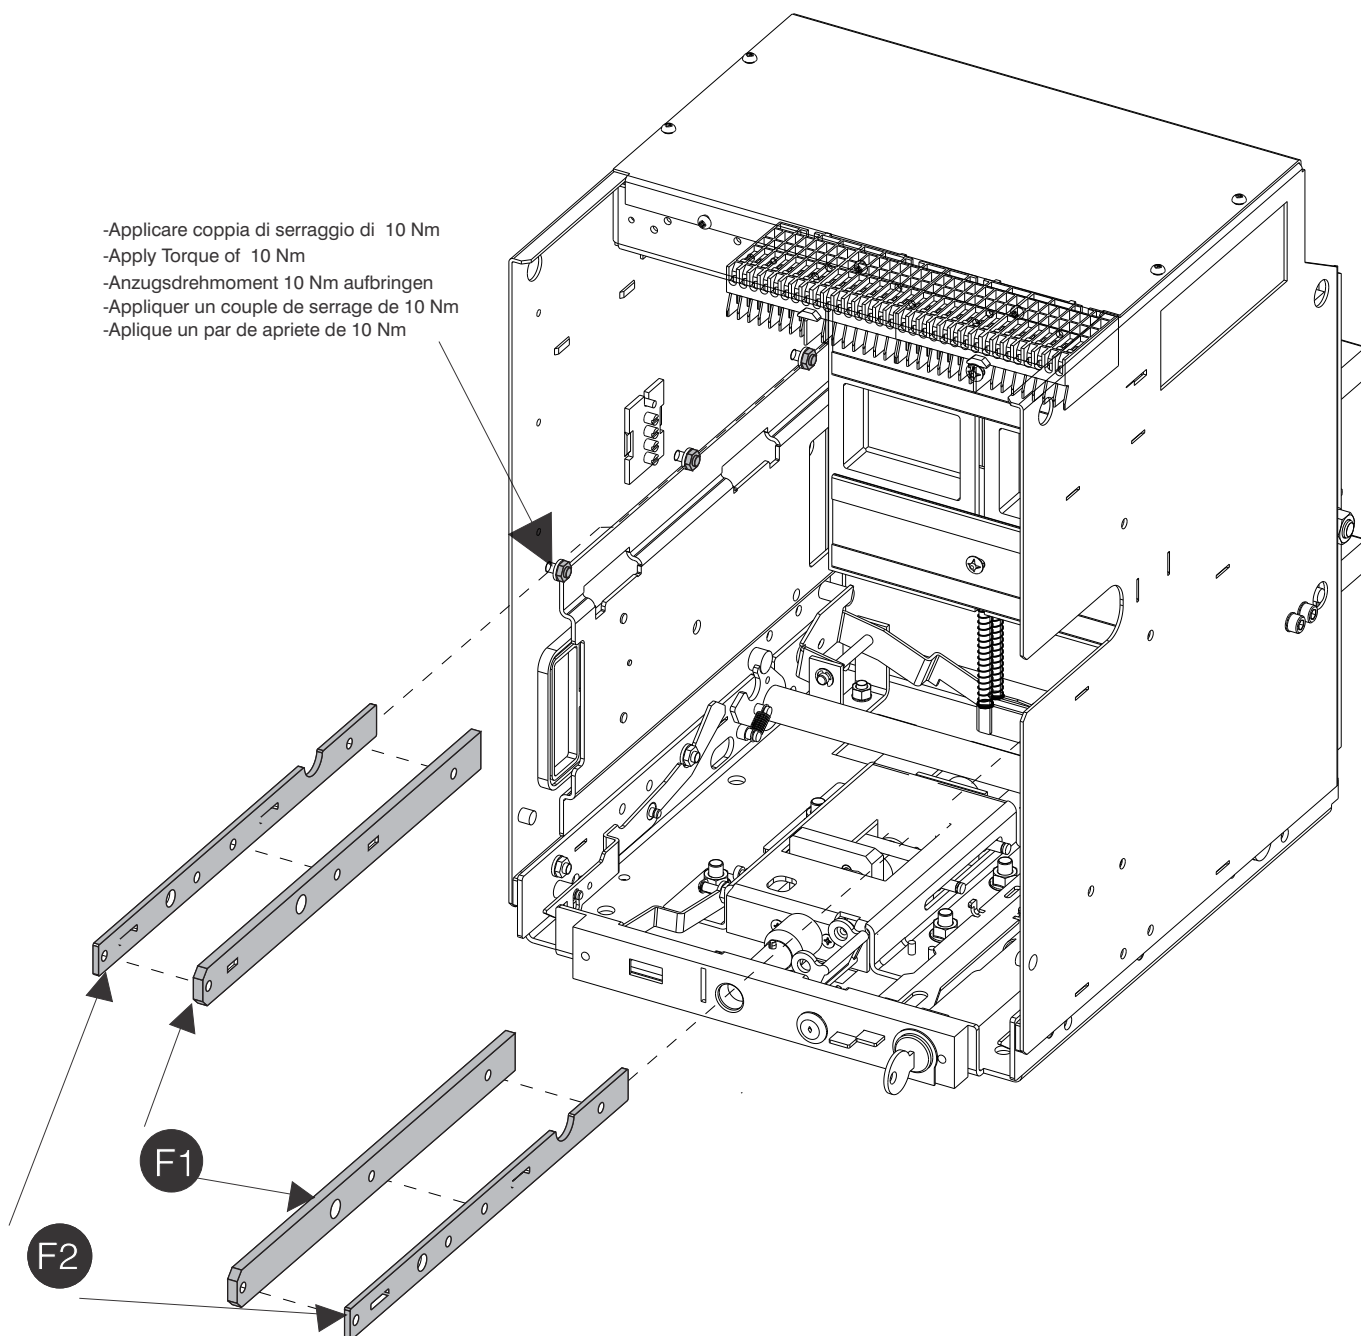

Fig.25
- Assemble the parts shown in figure 25 from M-PACT.
- Montieren Sie die in Abbildung 25 gezeigten Teile aus der M-PACT/M-PACT plus FR1-Kassette
- Assemble the parts shown in figure 25 from the M-PACT/M-PACT plus FR1 cassette